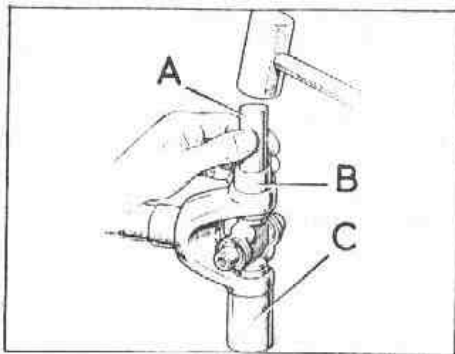

Fig. F-27 Montaje del cojinete en la horquilla
- 5.2. Introducir la cruceta en los agujeros de la horquilla del semieje y, haciendo uso del montador de bronce, A (Fig. F-27), de un diámetro ligeramente inferior al del agujero de la horquilla, se golpeará ligeramente con el mazo para instalar el primer cojinete en su sitio, fijándolo con el arillo-retén.